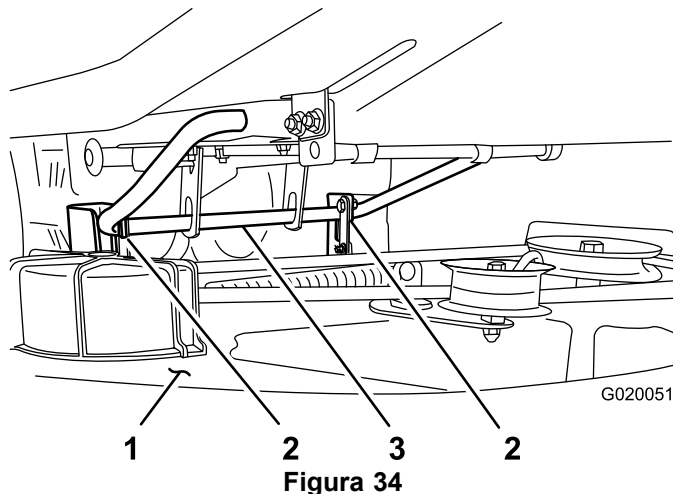
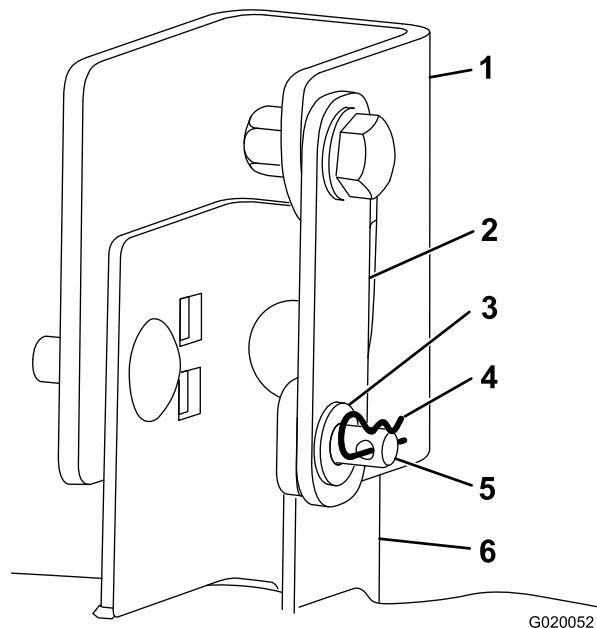

Figura 34
Figura 35
supporto del piatto di taglio su un lato del piatto di taglio. Ripetete la procedura per l'altro lato (Figura 34 e Figura 35).
8. Sollevare leggermente la parte posteriore del piatto di taglio per allentare la pressione sulle coppiglie, quindi rimuovetele (Figura 34 e Figura 35).
cautela la parte posteriore del piatto di taglio al suolo (Figura 34).
7. Alzate la parte posteriore del piatto di taglio e guidate i supporti di sospensione lungo l'asta di sollevamento posteriore (Figura 34).
8. Ruotate ogni singola staffa di supporto del piatto di taglio in modo che il foro posizionato all'estremità libera sia allineato al foro sul supporto di sospensione (Figura 35).
9. Montate il perno con testa attraverso i supporti su ambo i lati, quindi montate le rondelle sui perni con testa e le coppie attraverso i perni con testa (Figura 35).